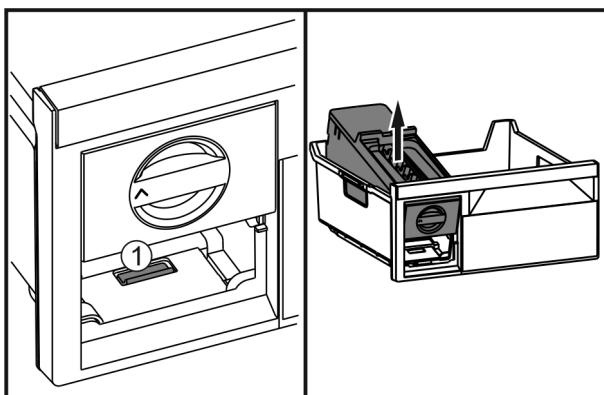

Fig. 48
- Stlačte západku Fig. 48 (1), EasyTwist-Ice ze zadu zvedněte a vyjměte z mrazicí zásuvky.